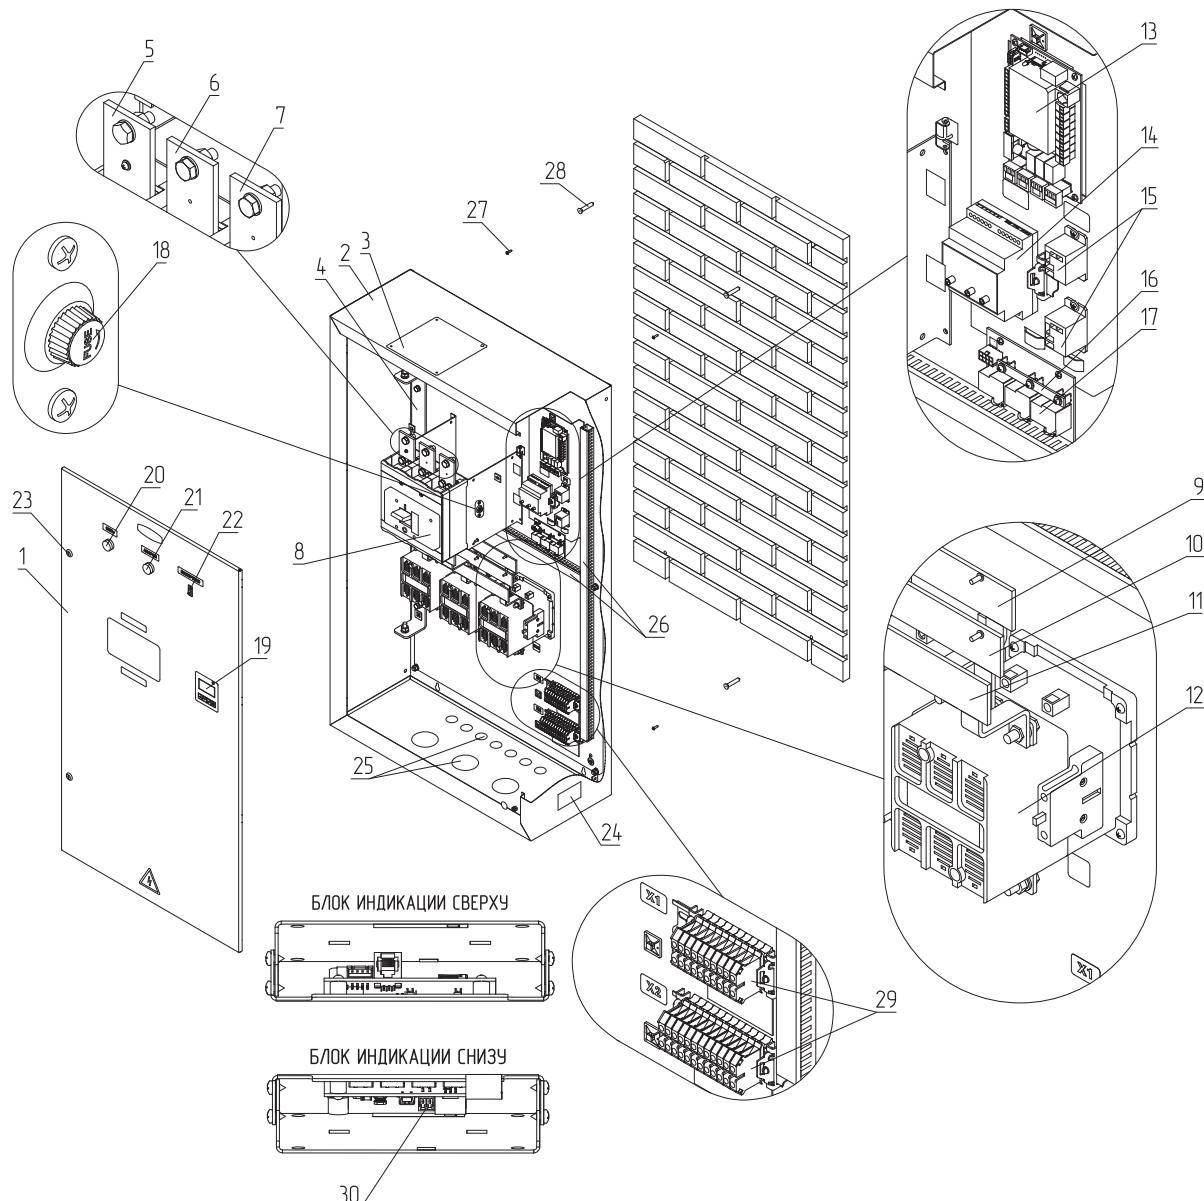
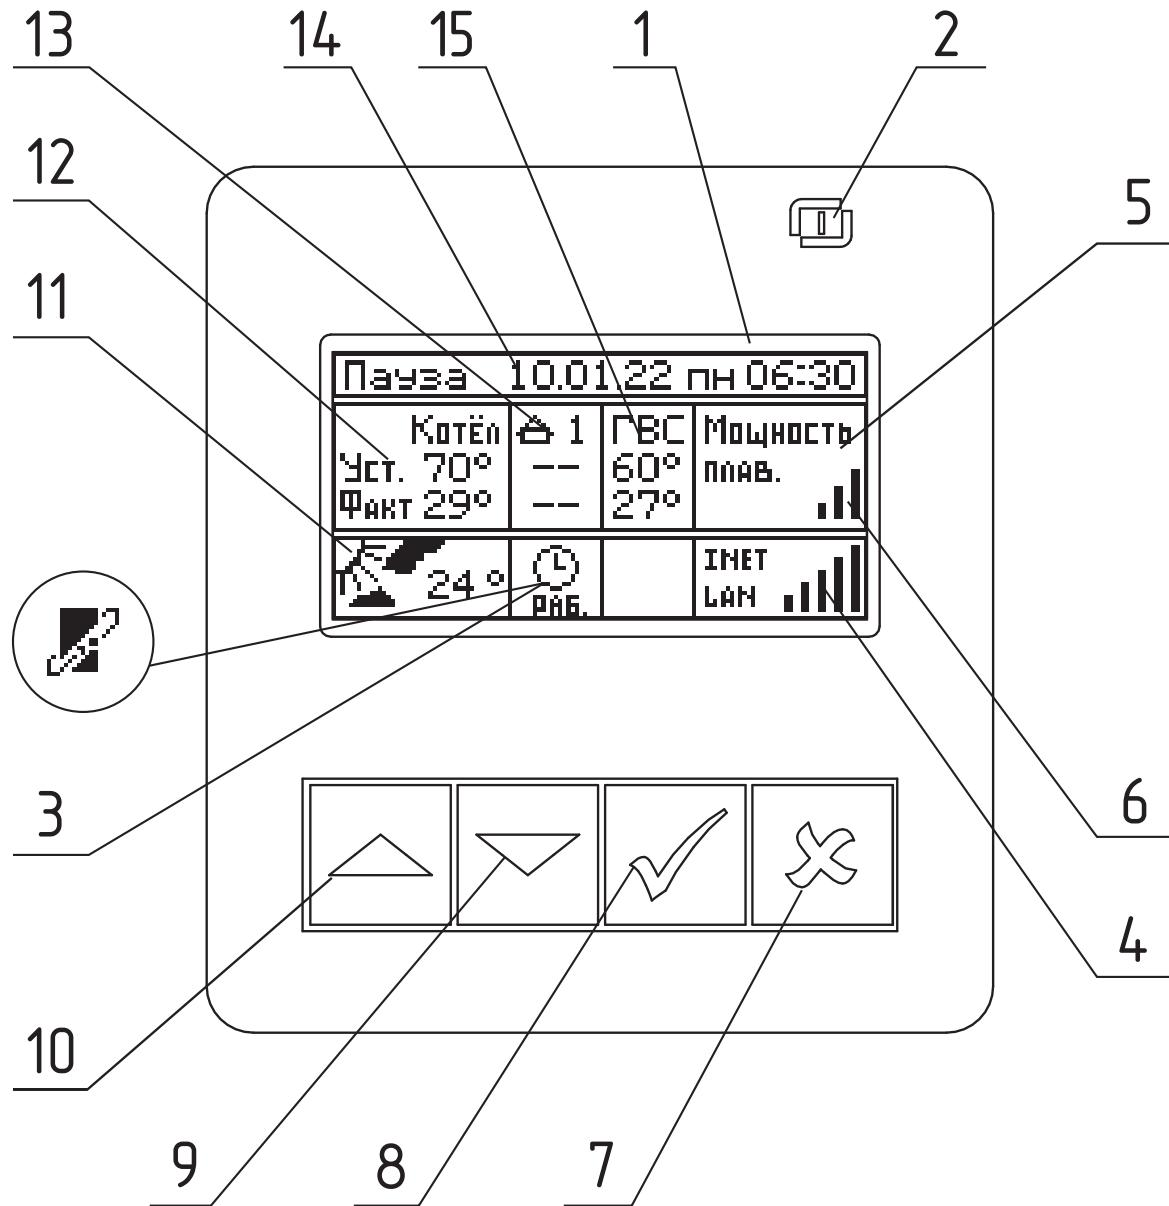

Рис.1 Конструкция панели управления
Рис.3 Расположение органов управления и индикации на передней панели
- Открыть дверь пульта управления (**Рис.1, поз.1**), предварительно отомкнув замок (**Рис.1, поз.23**) с помощью ключей, входящих в комплект;
- Ввести кабели питания и управления в отверстия под заглушкой (**Рис.1, поз.4**), закрепить их и подсоединить к зажимам внутри щита;
4. Закройте дверь пульта управления (**Рис.1, поз.1**) и замкните замок (**Рис.1, поз.23**).
Для подготовки первого включения панели управления после монтажа необходимо включить автоматический выключатель (Рис.1, поз.8). Перевести выключатель (Рис.1, поз.22) в положение ВКЛ. После этого на блок управления подается питающее напряжение, блок индикации переходит в ждущий режим и загорается индикатор (Рис.1, поз.2).
Для включения котла удерживать кнопку «ВВОД» на передней панели блока индикации в течение трех секунд, после этого гаснет индикатор (Рис.1, Рис.3, поз.2) и котел переходит в рабочий режим.
Описание органов управления и индикации на передней панели приведено на Рис.3.
Во время отображения основного экрана нажатием кнопок «ВНИЗ» и «ВВЕРХ» (Рис.3, поз.9, поз.10) можно переключаться на дополнительные экраны: